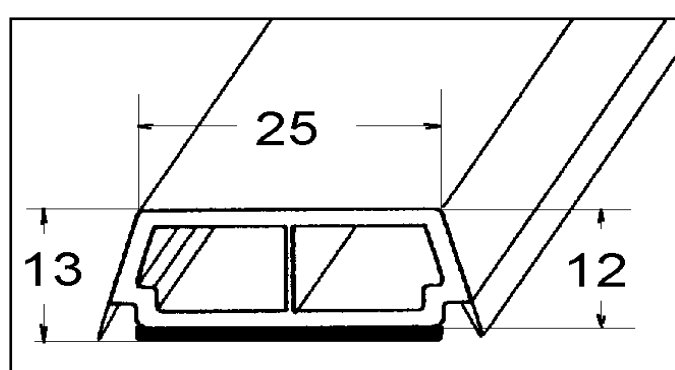
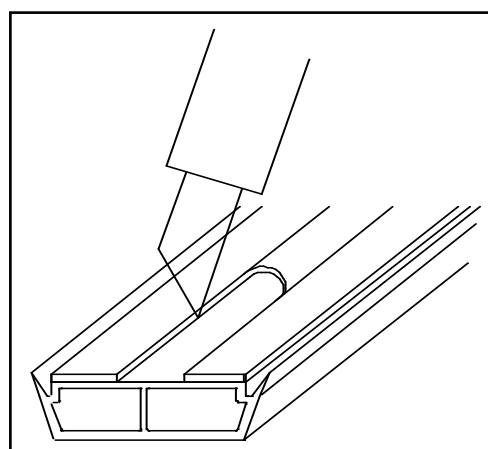
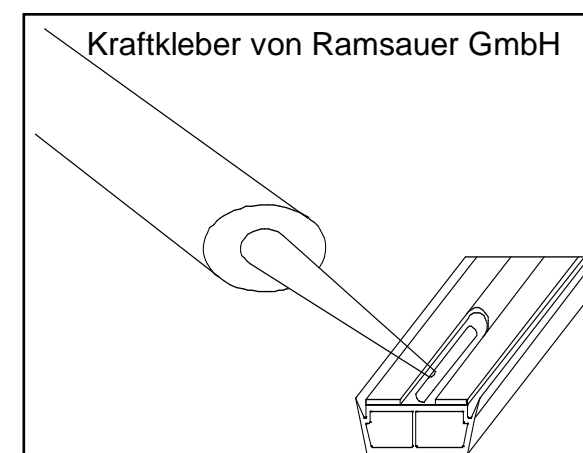

Abb. 1
Abb. 2
Abb. 3
- Anwendung** Das werksseitig aufgebrachte Acrylatklebeband der zugeschnittenen Sprossenabschnitte (Abb. 1) mit Hilfe eines Cuttermessers partiell (in Abständen von ca. 60 cm auf einer Länge von ca. 5 cm), wie in Abb. 2 dargestellt, entfernen. Auf diese klebebandfreien Flächen den Kraftkleber dosiert auftragen (Abb. 3) und danach die Sprossenzuschnitte auf der Glasfläche verkleben.